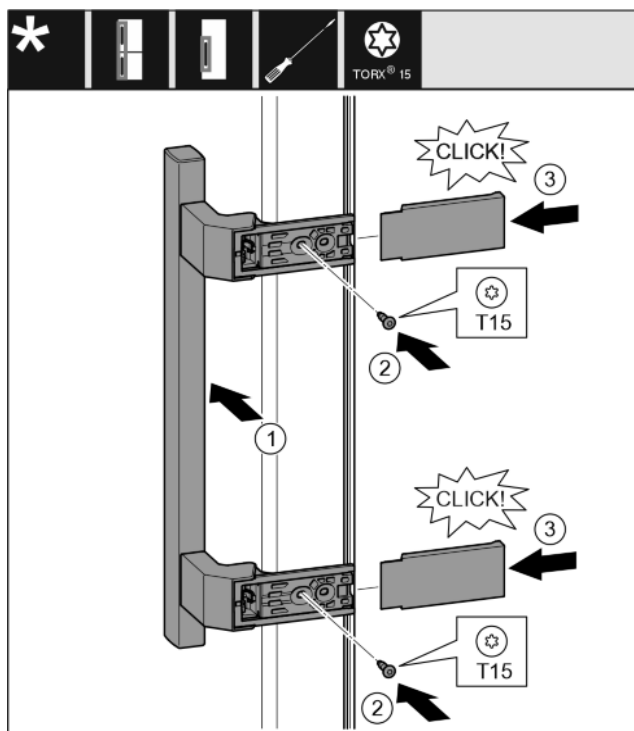

Fig. 31
- Tegye fel a fogantyút a másik oldalra. Fig. 31 (1)
- Húzza meg a csavarokat a T15 csavarhúzóval. Fig. 31 (2)
- Tegye fel az oldalsó fedelet, és tolja fel őket. Fig. 31 (3)